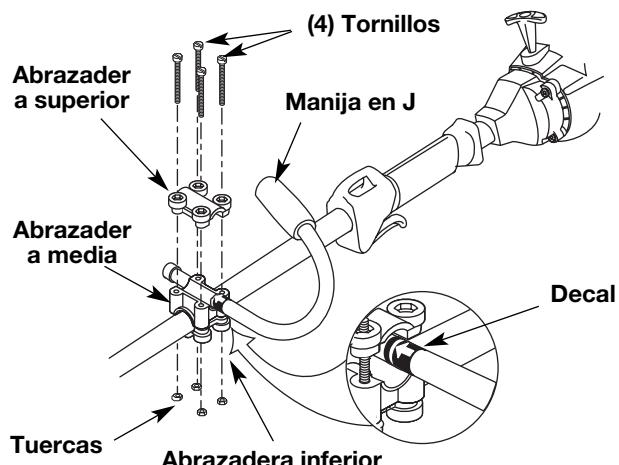

Figure 1
- Coloque la manija en J entre la abrazadera superior y la abrazadera media (Fig. 1).
- Mientras sostiene las tres piezas juntas, instale los cuatro (4) tornillos a través de la abrazadera superior en la abrazadera media.
- Deslice la manija en J hacia dentro o hacia fuera hasta que la flecha o línea blanca de la calcomanía toque el ensamble de abrazaderas (Fig. 1).